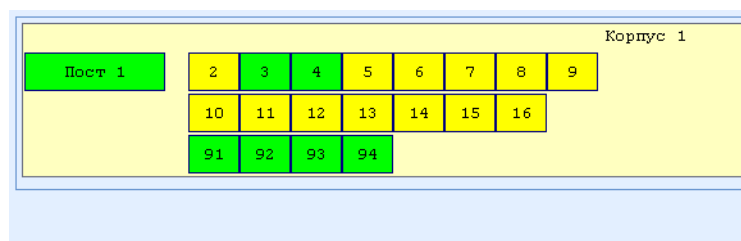

Рисунок 18: Заблокированные объекты
7.4.4. После закрытия двери в установленный интервал времени индикаторы объекта возвращаются в первоначальное («зеленое») состояние (рис. 18).